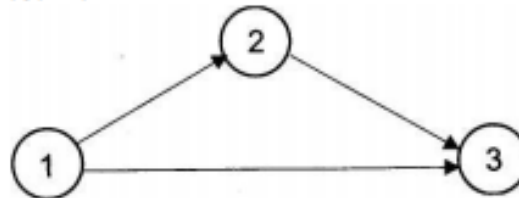

Рис.8.2
5.10-5.15. Параметры проекта, заданного сетевым графиком (рис. 8.2), приведены в табл.8.22.